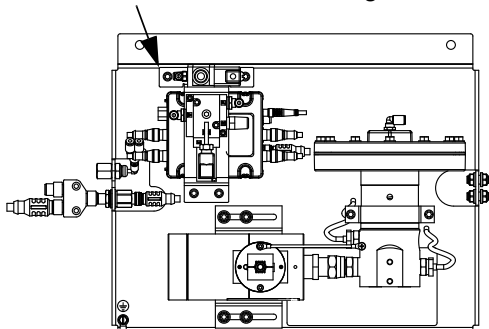

FIG. 39: Solenoide aria della valvola di erogazione
4. Se non è possibile azionare la valvola di erogazione dal centro di controllo, fare riferimento alla FIG. 39 e attenersi alla procedura seguente per aprire la valvola erogazione e scaricare la pressione del fluido:
- a. Attivare manualmente lo stantuffo sul solenoide per aprire tutte le valvole di erogazione collegate alla piastra del fluido e scaricare la pressione del fluido. Vedere FIG. 39.